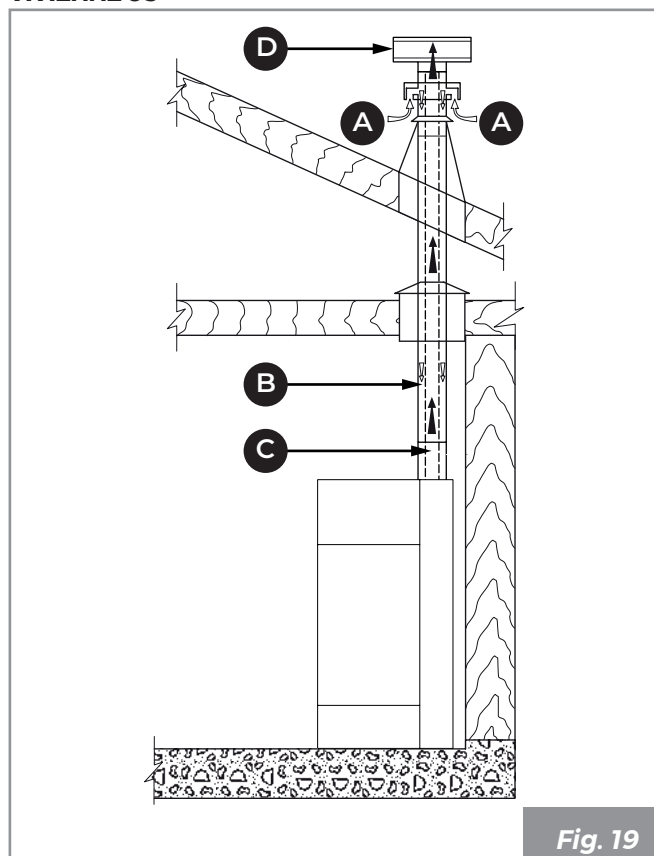
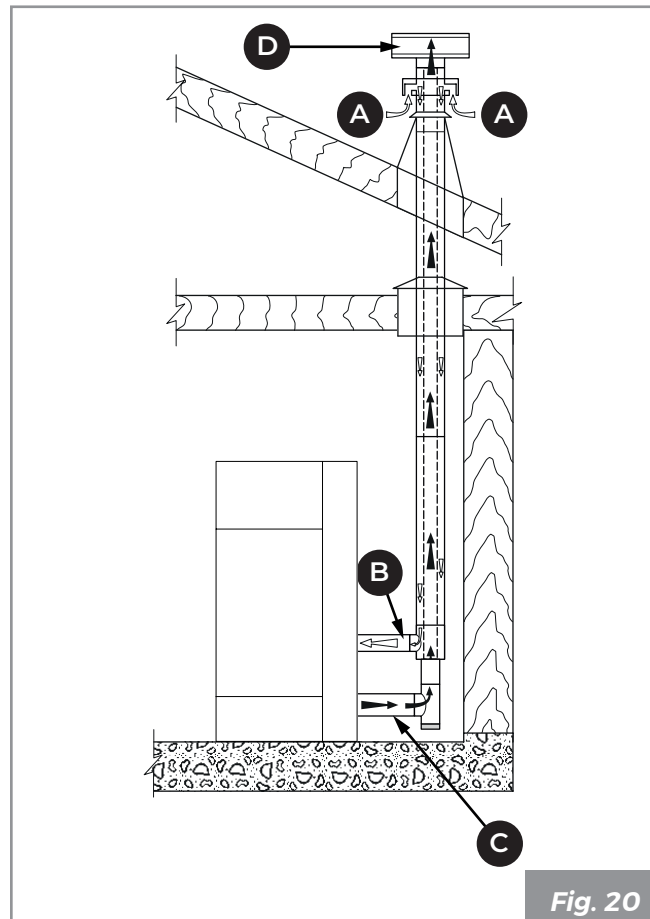
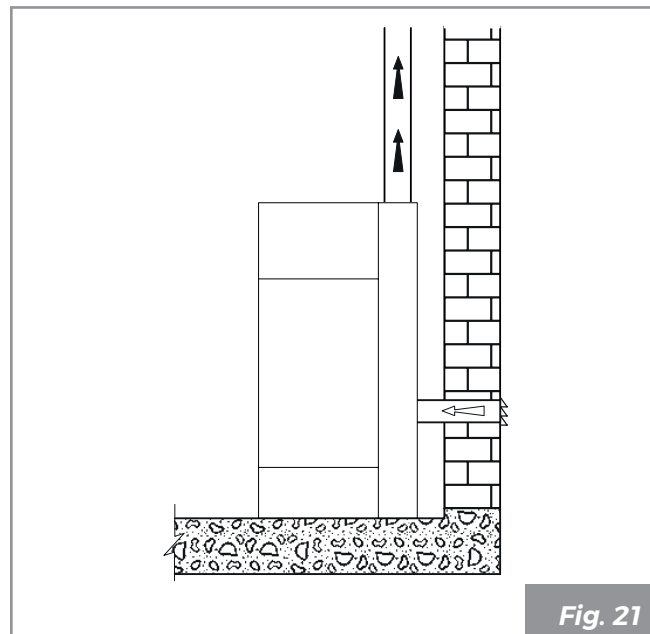
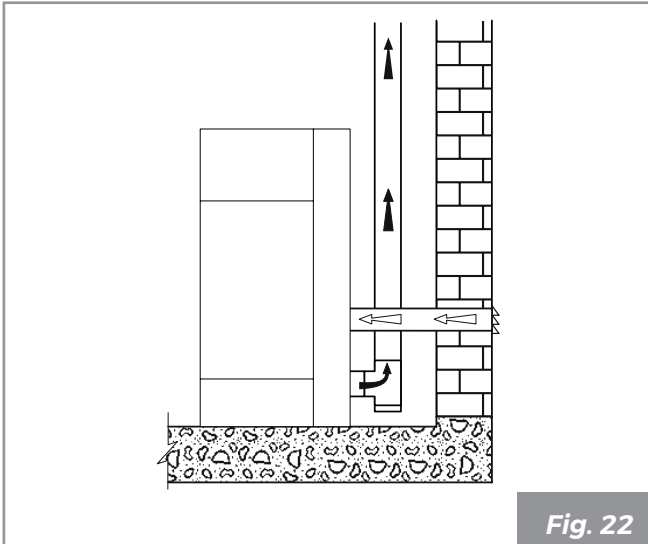

Fig. 19
Fig. 20
Fig. 21
Fig. 22
- il peut provenir directement de l'extérieur à travers un raccordement direct à la chambre de combustion (**Fig. 19 - Fig. 22**).
- canaliser l'air de combustion en utilisant un tube d'échappement coaxial pour l'expulsion des fumées et le prélèvement de l'air (**Fig. 19 - Fig. 20 - A, B** = Arrivée d'air, **C, D** = Évacuation des fumées) ; il n'est donc pas nécessaire de faire une prise d'arrivée d'air classique dans la pièce.
- relier l'entrée d'air de combustion de l'appareil à la prise d'air avec un conduit approprié (**Fig. 21 - Fig. 22**).